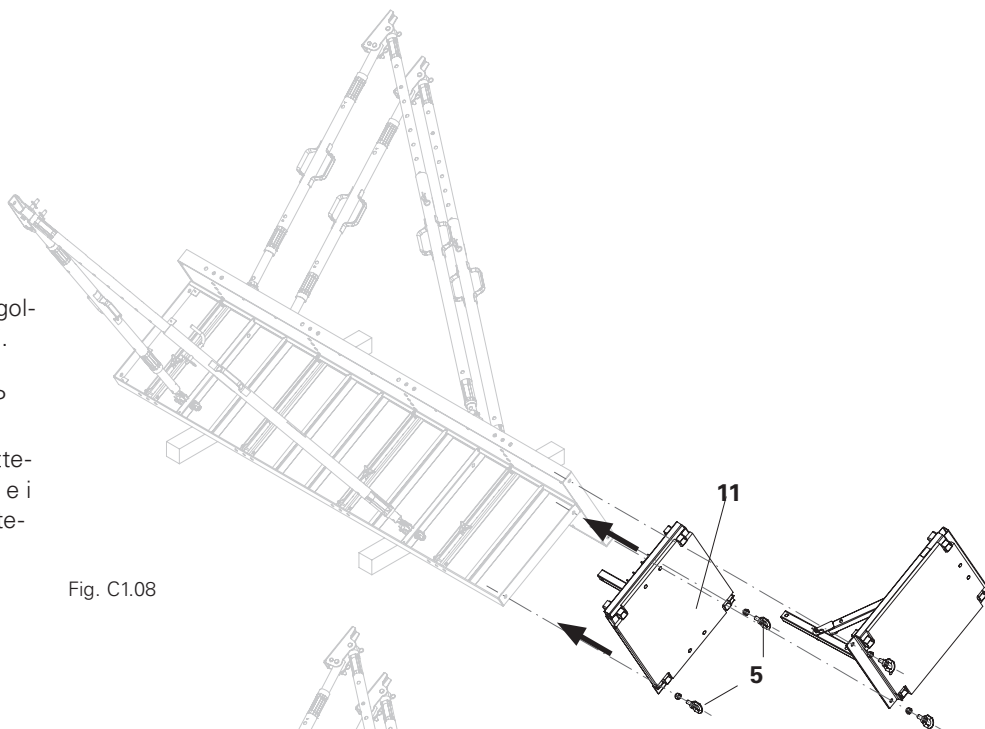

Fig. C1.08
1. Fissare la pedana di getto (11) con golfari M20 e dadi (5) al telaio per pilastri. (Fig. C1.08)